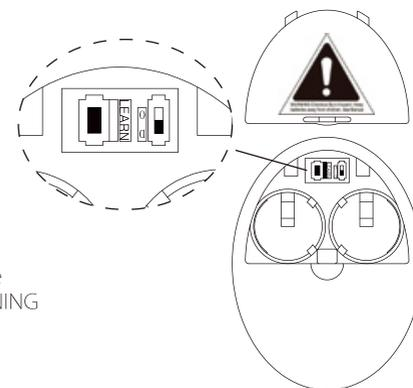

Fig. 21
## ACTIVATION DU PROCESSUS D'APPRENTISSAGE(Fig. 21)
2. Après l'installation est terminée, l'alimentation C.A. est allumé dans les 30 secondes, appuyez sur le bouton LEARN et maintenez-le enfoncé pendant 3 secondes. Le ventilateur s'allume à vitesse moyenne et le lumière (s'il est installé) s'allume. Ceci confirme que le réglage SMART SYNC est actif et OK (FIG.21)
## INTERRUPTEUR DE SÉLECTION DE LA FONCTION lumière (Fig.21)